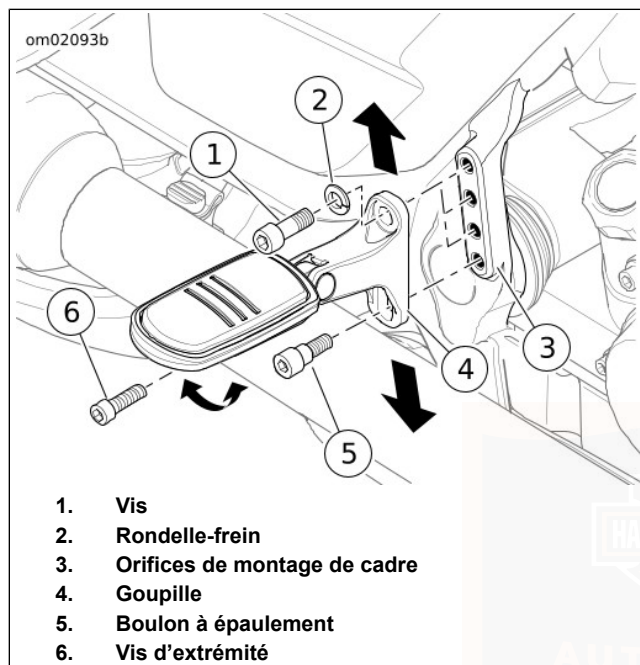

Figure 33. Repose-pied du passager : FLHX, FLHXS, FL-TRX, FLTRXS
Voir Figure 33. Si le support ne coulisse pas vers le haut ou vers le bas, desserrer le boulon à épaulement inférieur (5) sans le retirer.
1. Retirer la vis de support supérieure (1) et la rondelle-frein (2).
1. Voir Figure 33. Desserrer la vis de retenue (6).